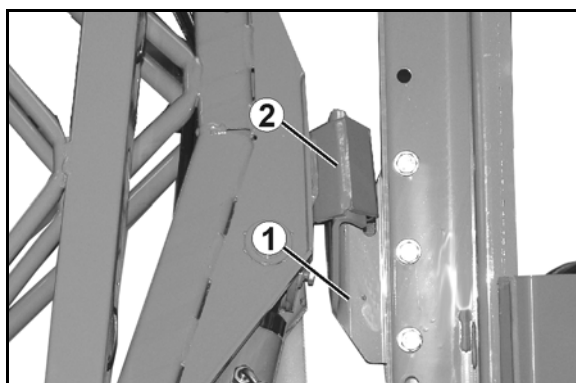

Fig. 81
- les crochets (Fig. 81/1) entourent le dépôt de rampe (Fig. 81/2).
Abaissez complètement la rampe de pulvérisation en utilisant le réglage en hauteur jusqu'à ce que les supports d'arrêt (Fig. 81 /1) reçoivent les berceaux de réception (Fig. 81/2).
La Fig. 81 présente la rampe de pulvérisation verrouillée.
Alignez la rampe de pulvérisation en utilisant la correction d'assiette lorsque les supports d'arrêt (Fig. 81/1) ne reçoivent pas les berceaux de réception (Fig. 81/2).